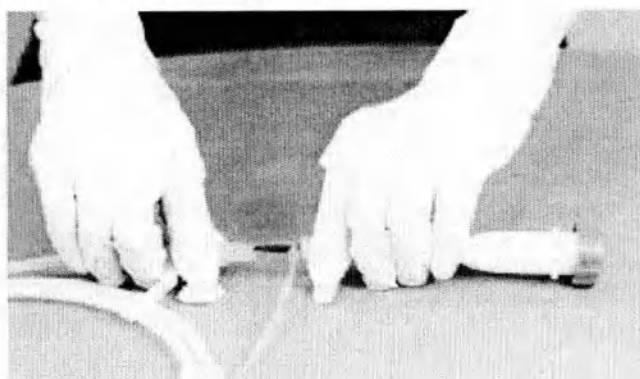

Рисунок 7
2. Снимите защитный кожух с катетера (рисунок 7).